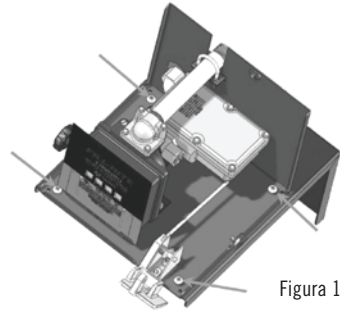

Figura 1
4. Coloque el dispensador en la placa de montaje; atornille el dispensador firmemente a la placa de montaje con los tornillos de 4 – 5/16 x 18, tuercas y arandelas aislantes a través de los 4 agujeros ubicados en el fondo de la base del gabinete dispensador (Figura 1).